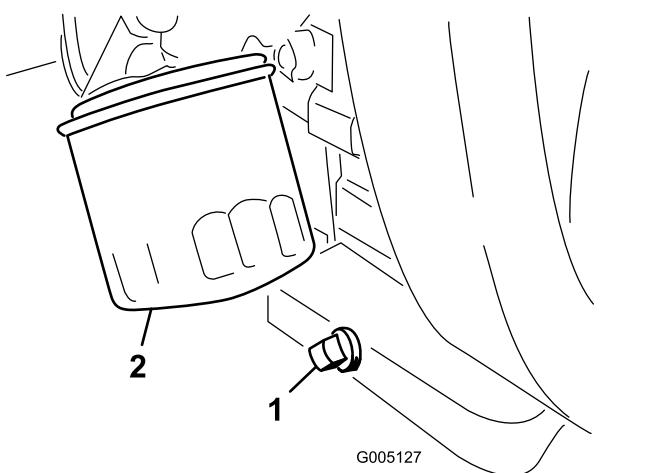

図 46
- ドレンプラグ(図 46)を外してオイルを容器に受けろ。オイルが抜けたらドレンプラグを取り付ける。
- オイルフィルタ図 46を外す。新しいフィルタのガスケットに薄くエンジンオイルを塗る。